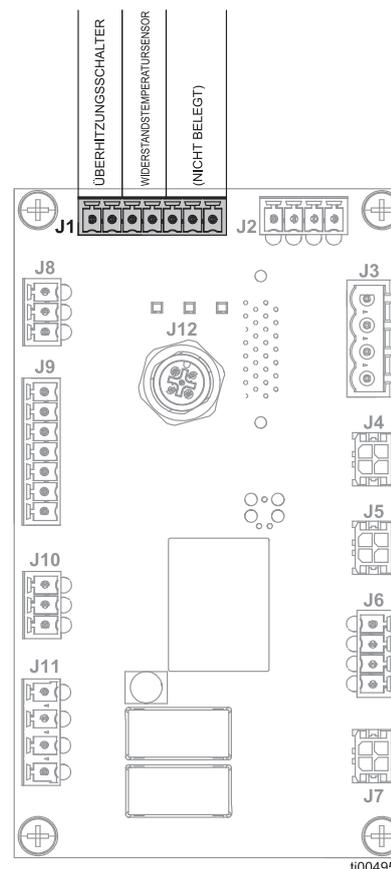

FIG. 73: Collegamenti di controllo dell'unità di fusione (J1)
2. Rimuovere la copertura del motore (10). Vedere **Rimozione delle coperture dell'apparecchiatura.** Seguire i passaggi a pagina 82.
4. Vedere FIG. 73 e **Schemi elettrici**, pagina 105 per i dettagli del cablaggio.
- b. Estrarre il cavo dell'RTD dal passacavo del quadro elettrico (210).
- d. Tirare il nuovo sensore RTD attraverso il passacavo del quadro elettrico (210).
6. Installare il nuovo sensore di temperatura (252) nell'unità di fusione.
- a. Rimuovere la vite di fissaggio del sensore di temperatura (264). Rimuovere ed eliminare il vecchio sensore di temperatura (252).
- b. Installare il nuovo sensore di temperatura (252) nell'unità di fusione e fissarlo con la vite di fissaggio (264). Serrare fino a 0,7-1,0 N•m (7-10 in-lb).
7. Installare il coperchio dell'unità di fusione (10) sull'apparecchiatura. Vedere **Installazione delle coperture dell'apparecchiatura**, pagina 83.